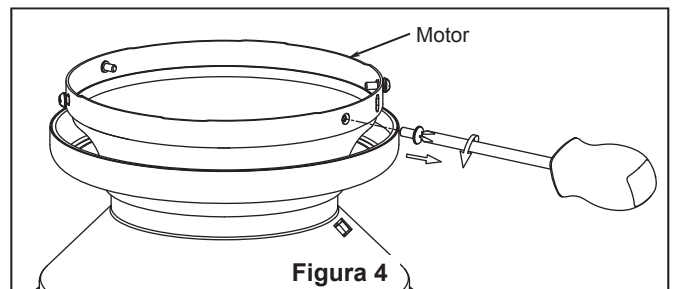

Figura 4
3. Extraiga y guarde los dos tornillos opuestos del motor, luego afloje los dos tornillos restantes. (Figura 4)